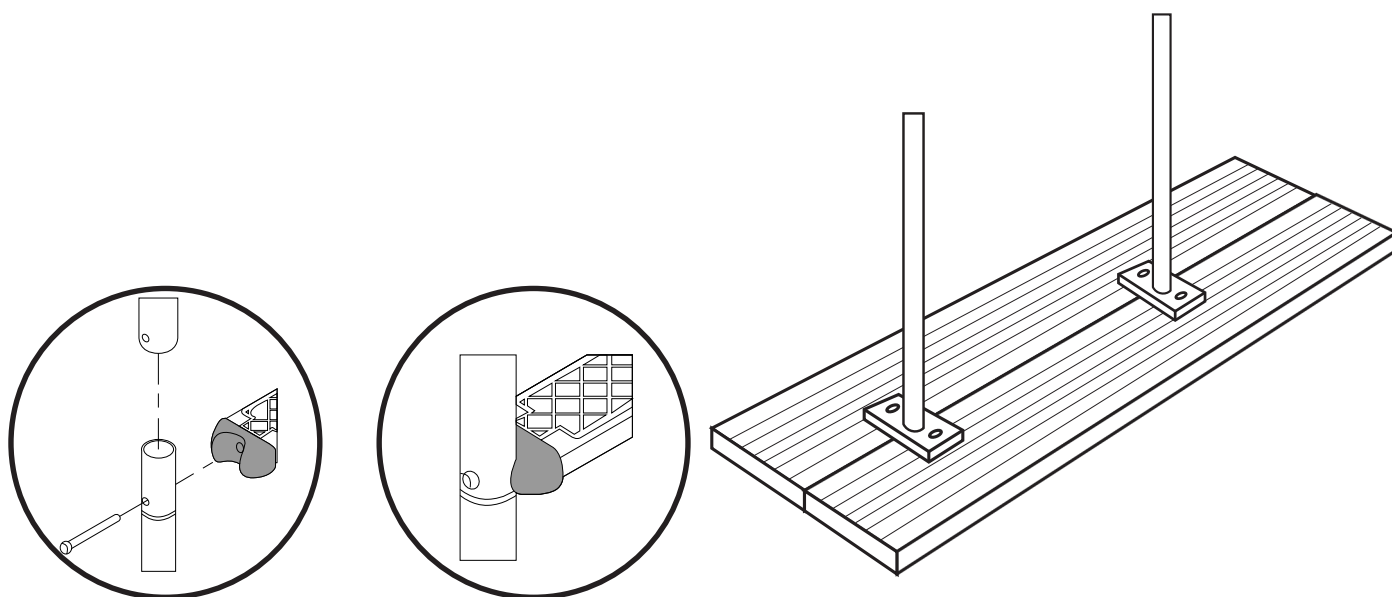

Fig. 21
A.- Assembler les rampes supérieure (1) et inférieure (10) par emboîtement, puis les fixer ensemble à l'aide des marches (9), et celles-ci à la rampe avec les vis (11), les écrous (8) et les rondelles (7) appropriés. (Fig.21) **B.-** Installer les butées (12) sur la rampe afin d'éviter tout dommage à la piscine causé par l'échelle. **C.-** Une fois l'échelle montée, la positionner dans la piscine et percer quatre trous de Ø9mm en utilisant la plaque comme gabarit. **D.-** Fixer la contre-plaque (6) avec les vis (3), les rondelles (4,7) et les écrous (8) à l'aide de la clé 12-13. (Fig.22) **E.-** Installer les cache-vis décoratifs (2).